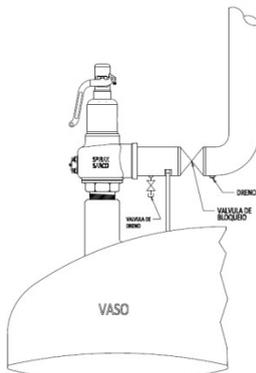

Figura 05
- Poderá ser instalada na tubulação de saída da válvula, uma válvula de bloqueio de passagem plena e de diâmetro nominal igual ou maior que o diâmetro de saída da Válvula de Segurança, desde que observadas as recomendações da Norma API STD 520 Parte 2, do código ASME Seção VIII UG135(d) e do Apêndice M deste código (Figura 05).